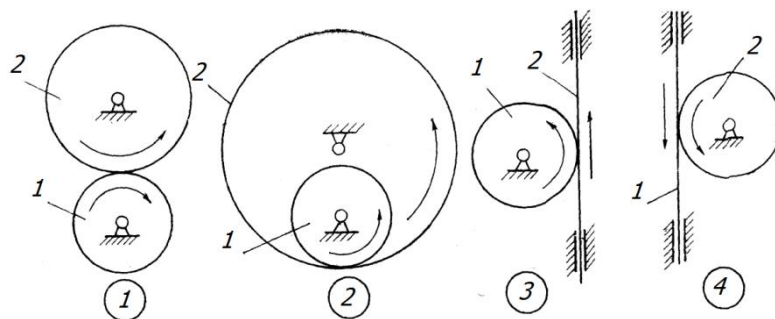

Рис. 5.1.
7. На какой из четырех схем (рис.5.1.) изображено внешнее зацепление цилиндрических зубчатых колес?
8. У какого из изображенных зубчатых механизмов (рис.5.1.) передаточное отношение  $u_{12} > 0$ ?
9. У какого из изображенных зубчатых механизмов (рис.5.1.) передаточное отношение  $u_{12} < 0$ ?
10. У какого из изображенных зубчатых механизмов (рис. 5.1.) передаточное отношение  $u_{12} = 0$ ?
11. У какого из изображенных зубчатых механизмов (рис. 5.1.) передаточное отношение  $u_{12} \infty 0$ ?